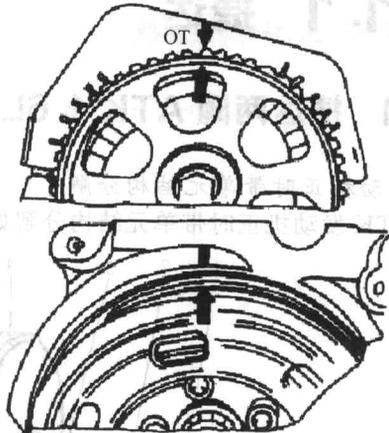

图 1-3 安装正时对正标记
① 将凸轮轴带轮上的标记与扇形挡板上的标记对齐，如图 1-3 所示。
② 将正时带装到曲轴带轮上。注意：按原来旋转方向安装。
③ 安装正时带下护罩，拧紧力矩 $10\text{N}\cdot\text{m}$ 。
④ 安装曲轴多楔带轮（注意安装位置）。
⑤ 旋转曲轴，使多楔带轮上的标记与下护罩上的标记对齐，见图 1-3。
⑥ 将正时带装到曲轴正时带轮及凸轮轴正时带轮上。